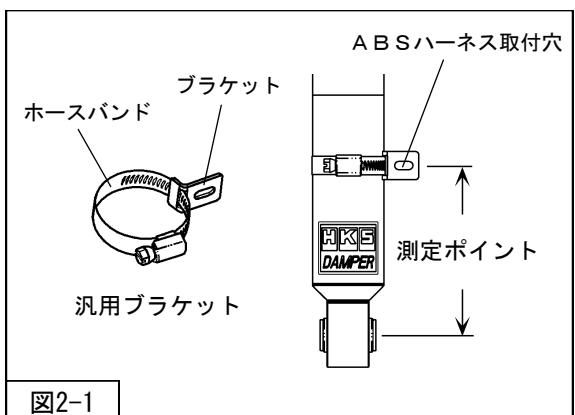

図2-1
1. 本製品にはABSセンサーハーネスを固定するため、汎用ブラケット（ブラケット+ホースバンド）を同梱しています。測定ポイントが純正サスペンションASSYと同じ距離・位置になるように、汎用ブラケットをフロントサスペンションASSYに固定してください。（図2-1）